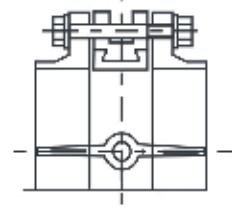

Рис. 5
13. Отцентрируйте поворотный затвор и слег ка закрутите болты (шпильки), но не затя гивайте их. Откройте диск поворотного за твора до положения «полностью открыто» (рис. 5).